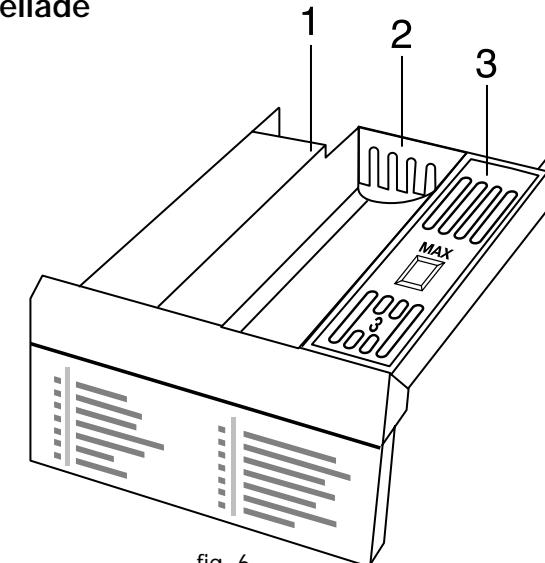

fig. 6
De wasmiddellade heeft drie vaste vakken (zie fig.6):
- U kunt de wasmiddellade (fig. 6) uit het apparaat halen door de lade zover mogelijk (tot de stuit) uit te trekken. Daarna de lade rechtsachter indrukken en uit het apparaat trekken.
- Toerental centrifugerken (3) instellen.
- De vuldeur openen, wasgoed in de machine doen (11).
- Let op, dat de hoeveelheid* wasverzachter niet boven de aangegeven MAX markering in het wasverzachtervak (fig. 6:3) uitkomt (*zie aanwijzingen op verpakking).